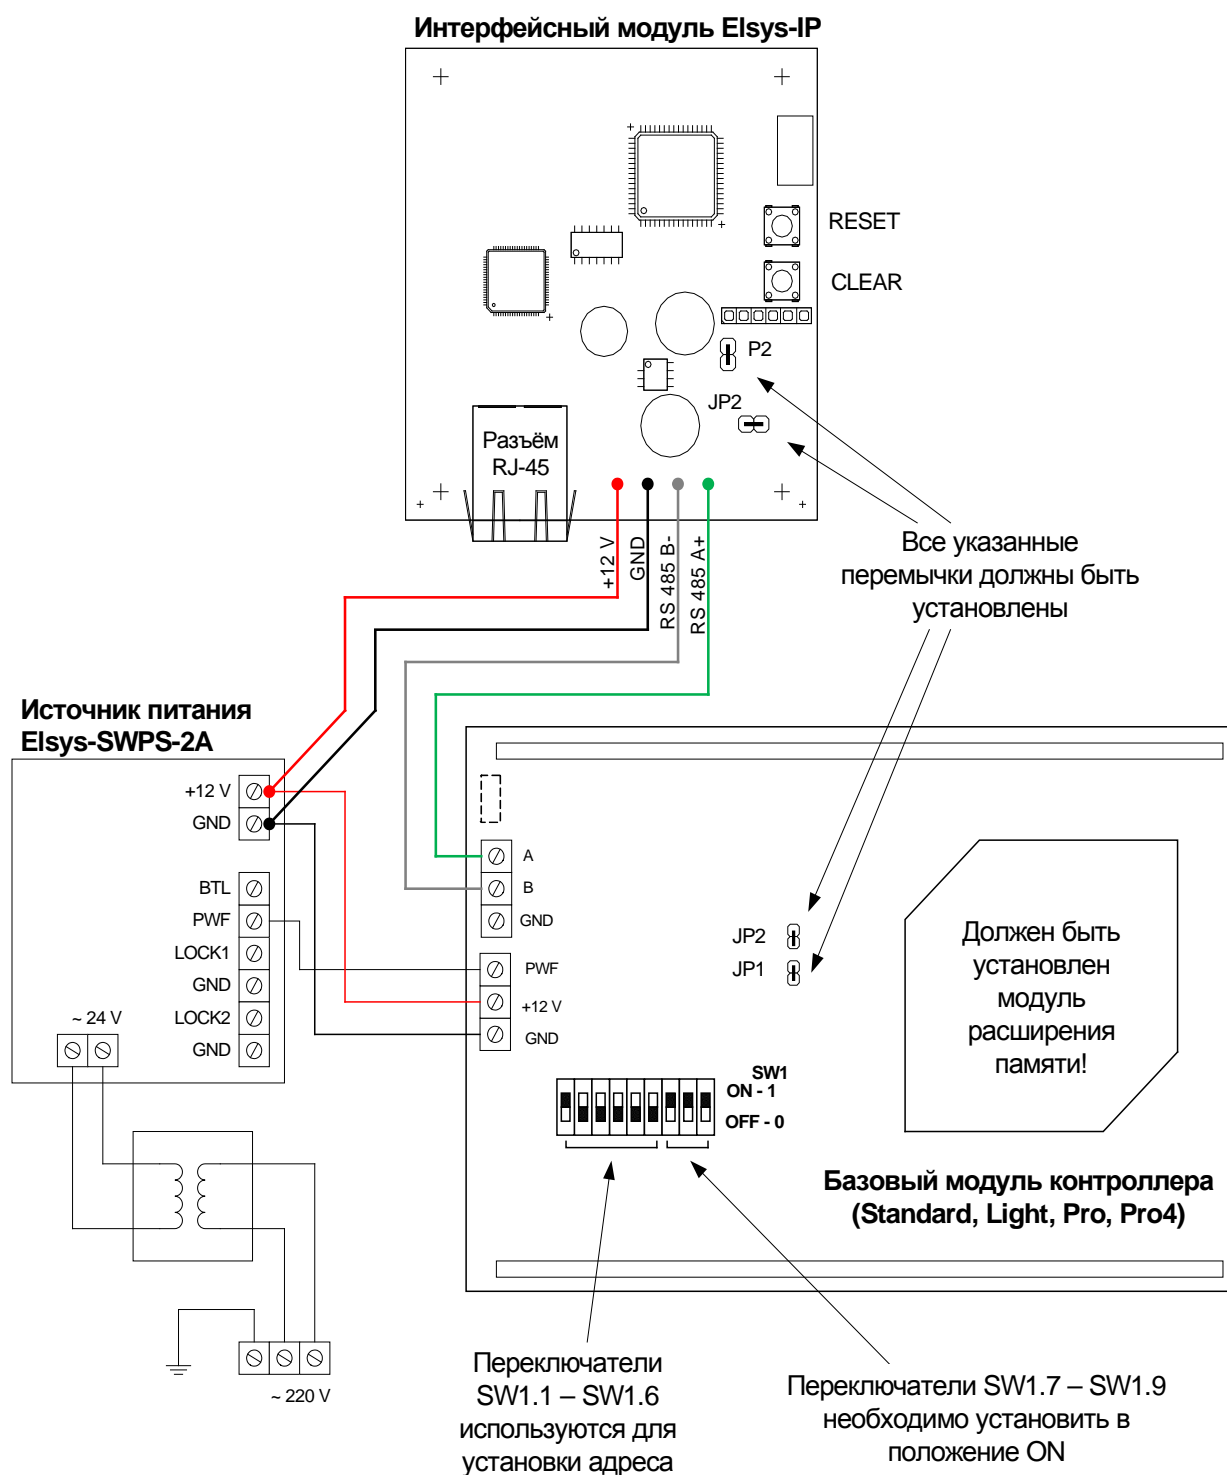

Рис. 4 – Схема подключения модуля Elsys-IP к контроллеру Elsys-MB
Схема подключения модуля к контроллеру Elsys-MB приведена на рисунке (Рис. 4).
- подключить провода линий А, В к одноимённым линиям на плате базового модуля контроллера (А – А, В – В), а линии +12 V и GND к линиям +12 V (PW+) и GND (PW-) источника питания соответственно, параллельно проводам линий питания базового модуля контроллера (см. Рис. 4);